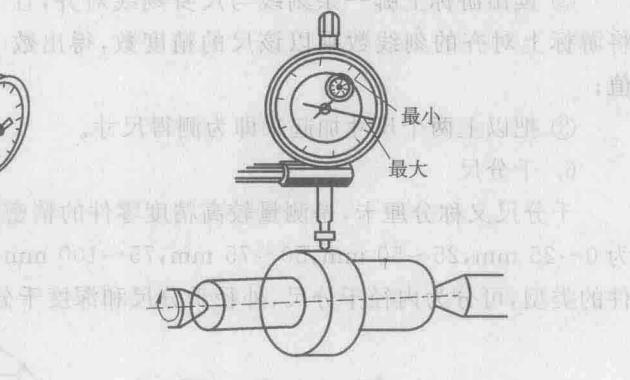

图 1-13 用百分表测量零件
① 先将百分表固定在表架(支架)上,以测杆端的量头抵住零件被测表面,如图 1-13 所示,并使量头产生一定的位移(即指针存在一个偏转值),然后转动表盘使大指针指零。
② 移动被测工件,同时观察百分表表盘上指针的偏转量,该偏转量即为测量值。